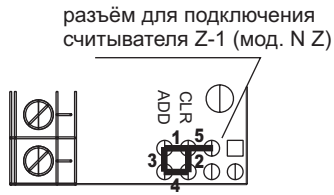
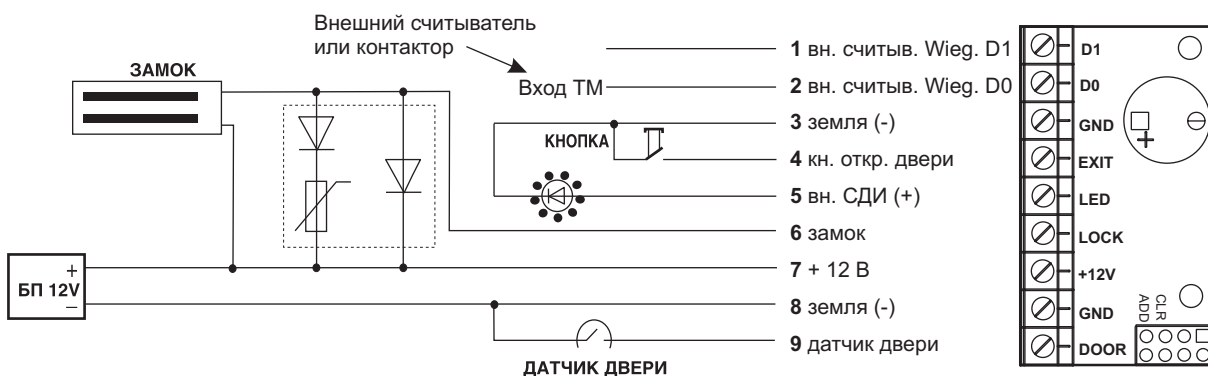

Рис.3 Положения перемычки
Рис.6 Схема подключения внешних устройств
В комплект поставки контроллера Z-5R (мод. Wiegand) входит перемычка, которая используется для программирования контроллера (всего пять положений) (см.Рис.3).
Важно! Как известно электромагнитный замок открывается только после прекращения тока в его катушке, и от скорости падения тока зависит задержка открывания двери. Для уменьшения этой зависимости в контроллер встроена схема гашения тока, которая превращает «лишнюю» энергию в обмотке замка в тепло, что существенно сокращает время срабатывания замка. Однако возможности схемы не безграничны, и при трафике более 25 проходов за 5 минут она может выйти из строя из-за перегрева. Для защиты схемы гашения тока для таких точек прохода необходимо установить шунтирующий диод параллельно обмотке замка. После этого время срабатывания (открывания) электромагнитного замка может возрасти на 1-3 секунды по сравнению с работающей схемой гашения тока. Если такое увеличение времени неприемлемо, то рекомендуется последовательно с диодом установить варистор на напряжение до 14 вольт и рассеиваемой энергией от 0,7 Дж (рекомендуется V8ZA2P) (см. Рис.6).
4. Установите защитный диод (см. Рис.6). В случае, если замок электромеханический, установите перемычку в положение 1 (см. Рис.3).